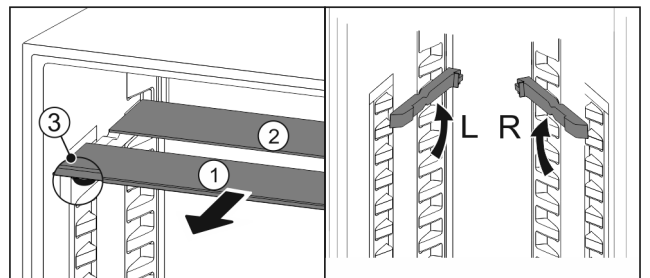

Fig. 226
- ▶ Glasplatten einzeln nach vorne herausziehen Fig. 226 (1).
- ▶ Glasplatte Fig. 226 (1) mit Zierleiste liegt vorne.
- ▶ Stopps Fig. 226 (3) zeigen nach unten.